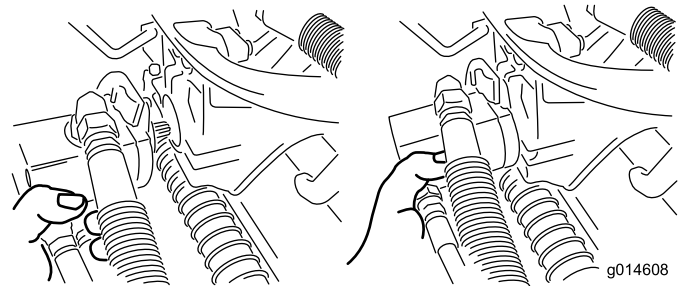

Figura 50
- Mueva el motor al lugar de almacenamiento en la parte delantera del brazo de suspensión (Figura 50).